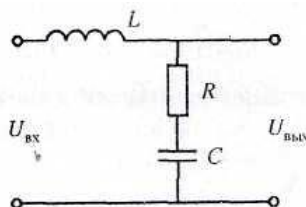

Рис.4.6. Схема к задаче 1.
1. Для схемы, изображенной на рис. 4.6, записать дифференциальное уравнение относительно входной и выходной переменных, если  $R = 400$  Ом,  $C = 2 \cdot 10^{-3}$  Ф,  $L = 100$  Гн.